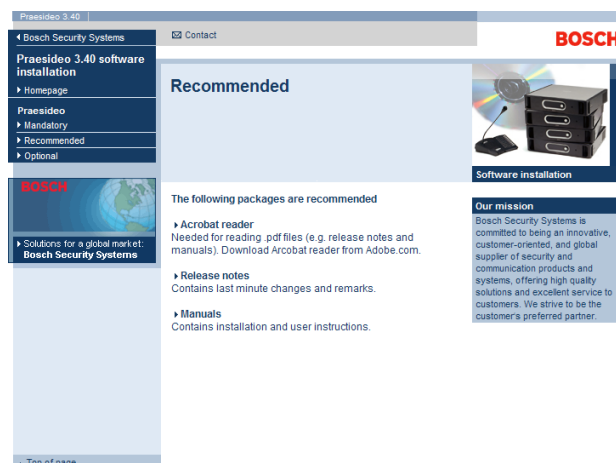

Abbildung 37.1: Seite Empfohlene Software-Packs
- 2 Klicken Sie auf die Schaltfläche *Recommended*. Es wird ein Bildschirm angezeigt, der Abbildung 37.1 ähnelt.